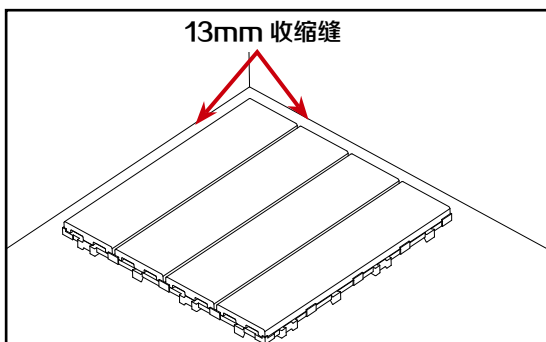

图 2
- 1 如图 2 所示，将第 1 块简易地板沿墙角边开始铺装。